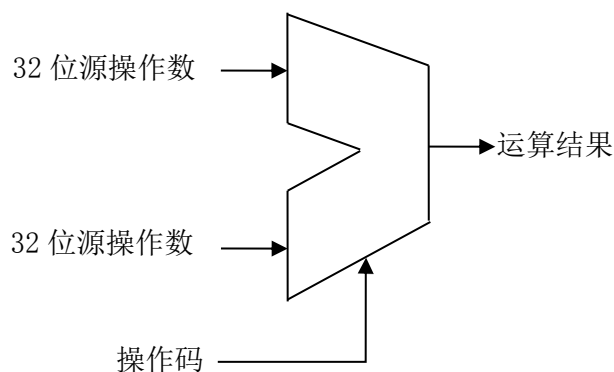

图 5.1 ALU 模块的大致框图
3. 自行设计本次实验的方案，画出结构框图，大致结构框图如图 5.1。图 5.1 中的操作码位数和类型请自行设计，可以设计为独热码（一位有效编码）或二进制编码。比如，设计方案中预定实现 7 种 ALU 运算，则操作码采用独热码，则需 7bit 数据，每位单独指示一种运算；若采用二进制编码，则只用 3bit 数据位即可，但在需 ALU 内部先进行解码，才能确定 ALU 作何种运算。
- 4) 在课前画好实验方案的设计框图，即补充完善图 5.1；